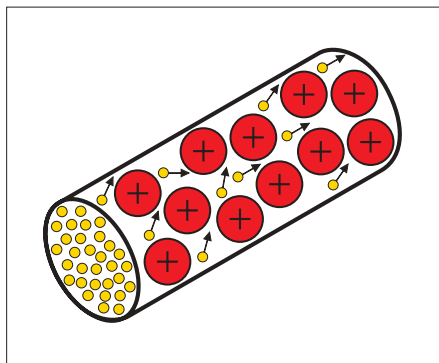

Figura 1: Exceso de electrones y falta de electrones
Tensión: Una tensión eléctrica surge como consecuencia de la tendencia de los electrones a nivelar la diferencia de potencial entre una carga eléctrica con exceso de electrones (potencial negativo) y una carga con falta de electrones (potencial positivo) (figura 1). La tensión eléctrica tiene el signo de fórmula U y la unidad de medida voltio (V).